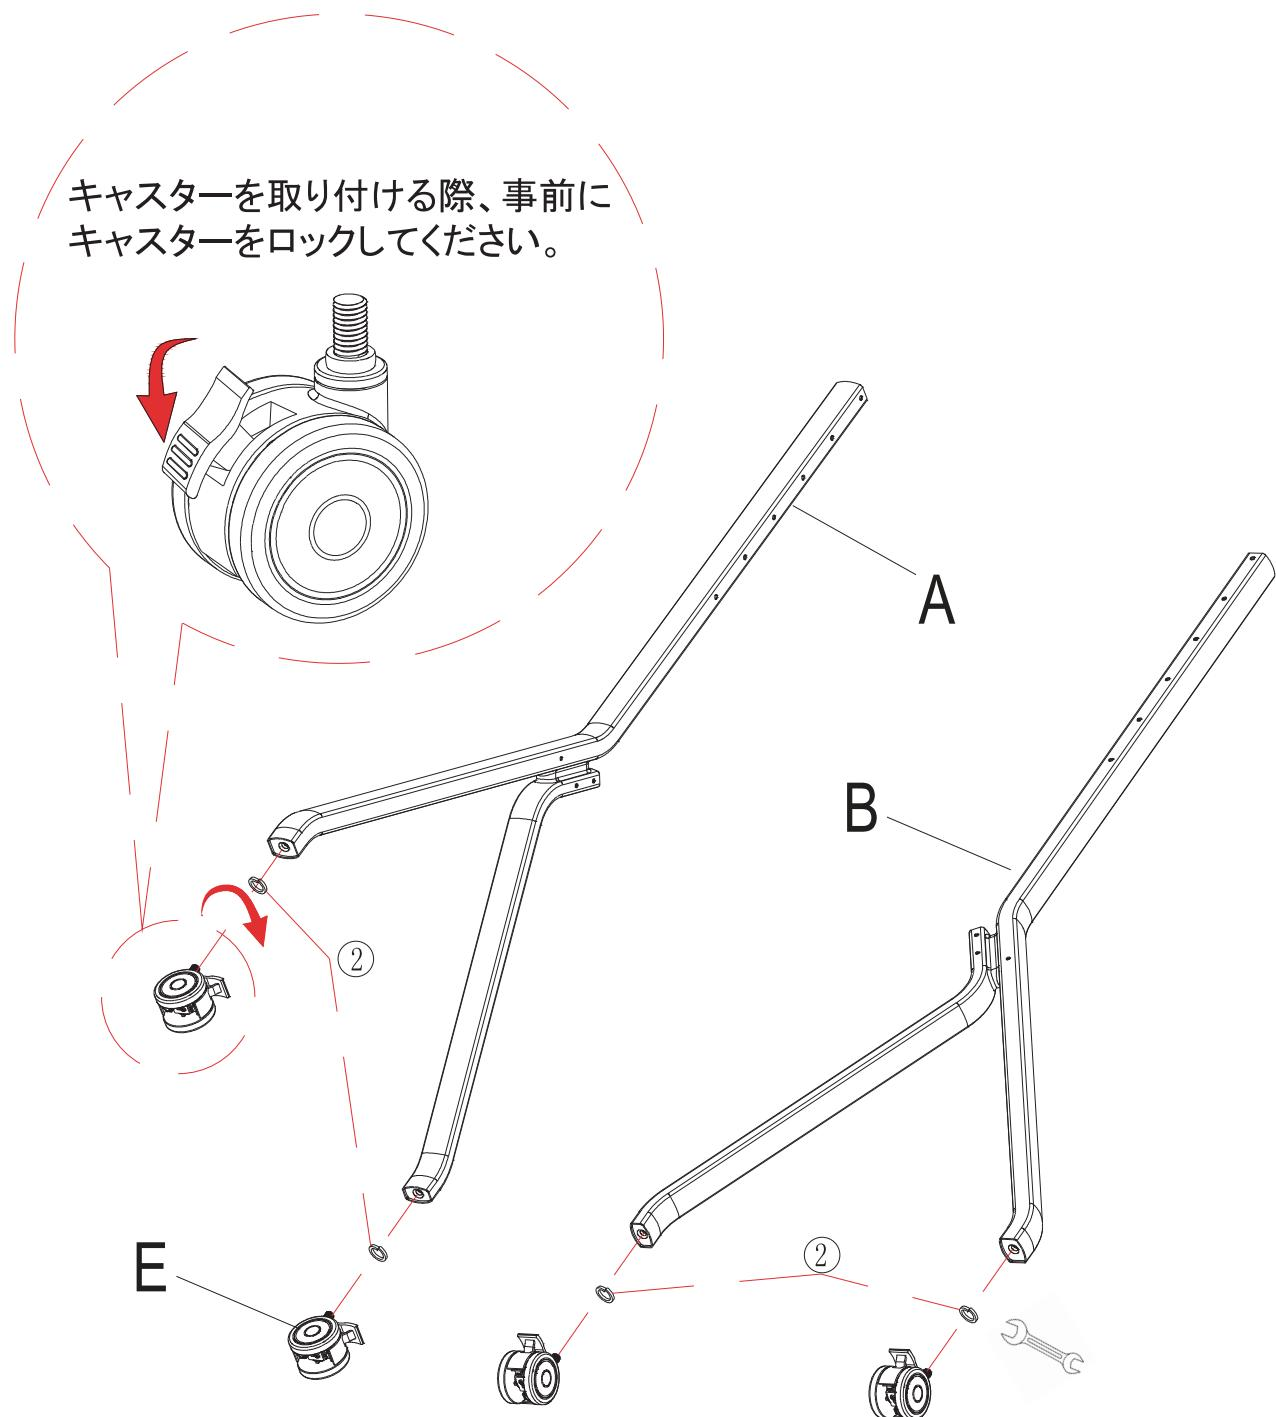

図1
④ プラスドライバー(No.3)	1pcs
⑤ スパナ(二面幅:17mm) ※口部厚さが7mm以下	1pcs
Step1: キャスターをロックし、左右の脚にそれぞれ取り付けます。(図1)